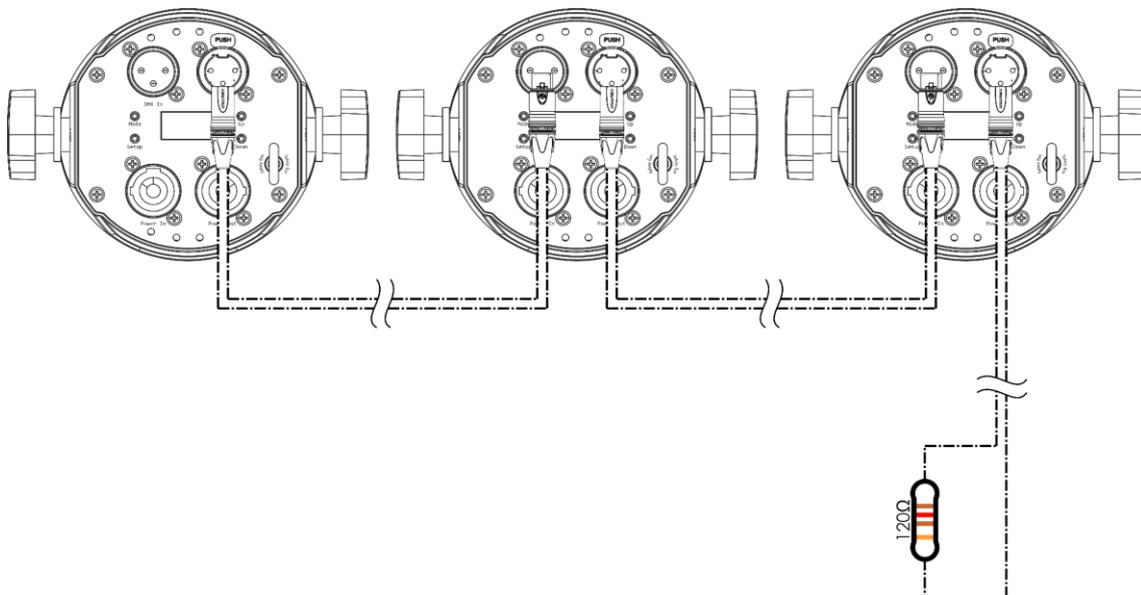

Abb. 09
- 02) Wiederholen Sie Schritt 1, um alle Geräte wie in Abb. 09 gezeigt anzuschließen. Das erste angeschlossene Gerät wird automatisch als Master-Gerät erkannt.